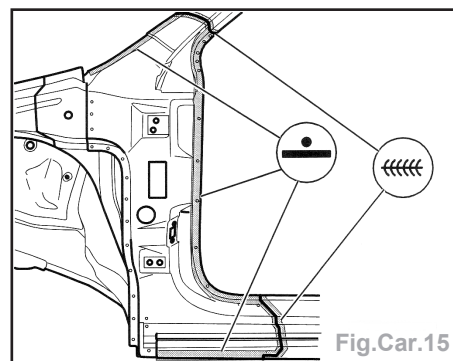

Fig.Car.15
- Souder le montant A par soudure ponctuelle (Fig.Car.15).